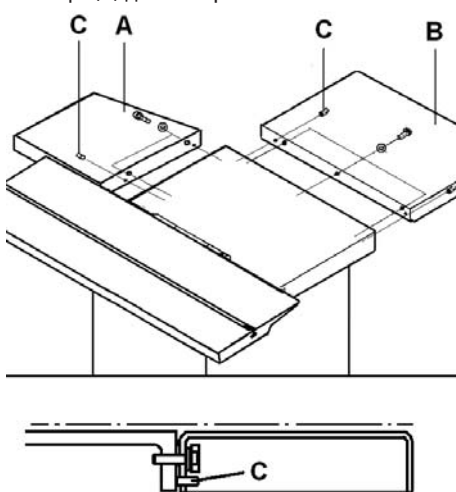

Рис. 2
- Закрепите удлинение стола при помощи болтов (рис. 2, A).
- Закрепите расширения стола (B) при помощи болтов.
- Параллельный упор используется в качестве поверочной линейки, установочный штифт (C) для настройки.